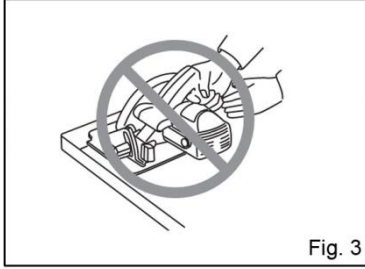

Fig. 3
■ دائما امسك الأداة بحزم بكلتا يديه. أبدا وضع يدك أو أصابعك وراء المنشار. في حالة حدوث الدفعة القسرية ، يمكن للمرء أن يقفز بسهولة إلى الوراء على يدك، مما يؤدي إلى إصابة شخصية خطيرة (Fig. 3).